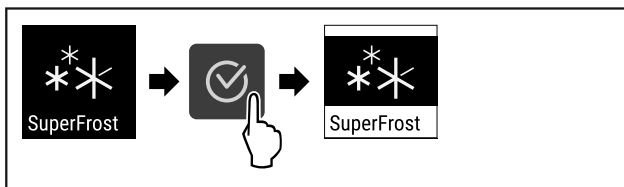

Fig. 65
- ▶ Izvedite zahtevane korake (glejte Fig. 65) .